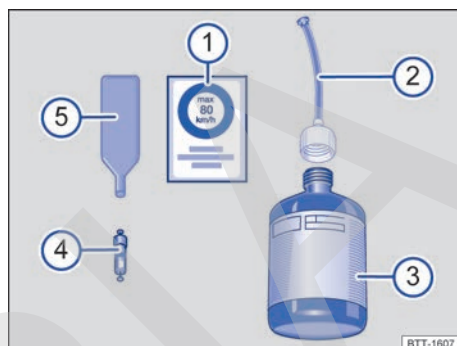

Fig. 204 Representación esquemática: componentes del kit reparapinchazos.
El kit reparapinchazos se compone de los siguientes elementos → fig. 204:
- ① Conmutador de encendido y apagado
- ② Tornillo de descarga de aire
- ③ Indicador de la presión de los neumáticos
- ④ Tubo de inflado
- ⑤ Conector de 12 voltios
- ⑥ Compresor de aire
El **desmontaobuses** → fig. 204 ⑤ lleva en el extremo inferior una ranura para el obús de la válvula. Solo así se puede desenroscar y volver a enroscar el obús de la válvula del neumático. Esto también vale para el obús de repuesto ④.
12. Pegue el adhesivo → fig. 204 ① del kit reparapinchazos en el tablero de instrumentos dentro del campo de visión del conductor.
- Desenrosque el obús de la válvula con el desmontaobuses → fig. 204 ⑤ y deposítelo sobre una base limpia.
- Agite enérgicamente la botella de sellante → fig. 204 ③ unas cuantas veces.
- Enrosque fijamente el tubo de llenado → fig. 204 ② en la botella de sellante en el sentido de las agujas del reloj. El precinto de la boca de la botella se perfora automáticamente.
- Retire el tapón del tubo de llenado → fig. 204 ② e introduzca el extremo abierto en la válvula del neumático por completo.
- Enrosque nuevamente el obús en la válvula del neumático con ayuda del desmontaobuses → fig. 204 ⑤.